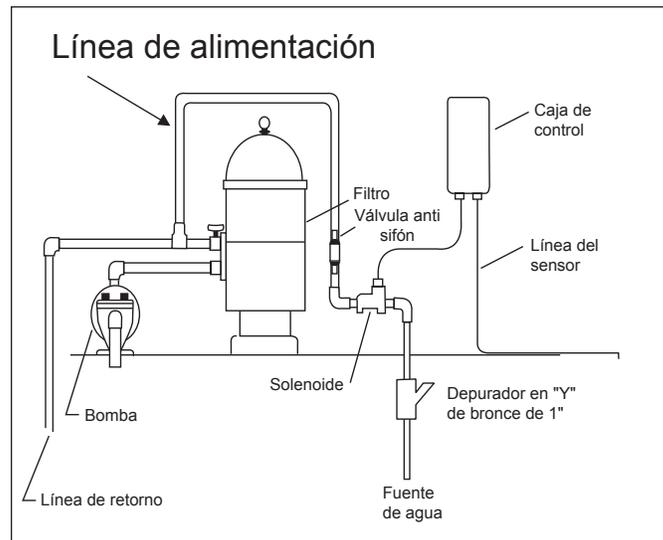

Figura 2. Instalación de K-2000
- Monte la caja de control en la pared cerca de la bomba y del filtro. Véase Figura 2. No coloque la caja en una proximidad de 10 pies (3 metros) de las orillas de la piscina.